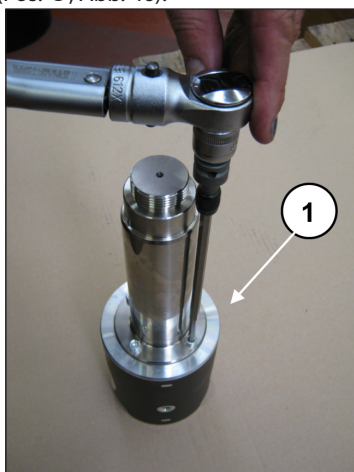

Abb. 46
Drehen Sie zum Trennen der Stange von der Kolbenführung die Zylinderkopfschrauben M6 mit dem entsprechenden Schlüssel ab (Pos. ①, Abb. 46).